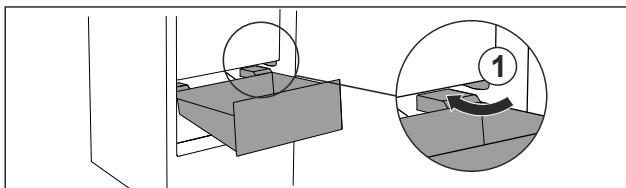

Fig. 57
- Prevedte zásuvku šikmo okolo zarážok Fig. 57 (1).